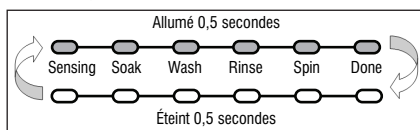

Figure 2 - Les témoins DEL clignotent d'allumé à éteint
- Tourner le bouton sélecteur de programme jusqu'à ce que les témoins DEL clignotent d'allumé à éteint ou "01" est affiché sur le segment de 7. (Voir figure 2, page 22).